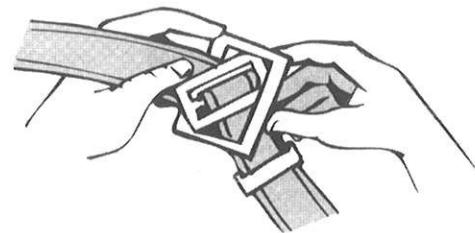

Fig. 4
2. Feche a fivela de ajuste (do tipo de inserção) tal como indica a Fig. 4 e ajuste-a puxando do extremo livre da fita.
2. Chiudere la fibbia di regolazione (del tipo di inserimento) come indicato nella Fig. 4 e regolarla tirando l'estremità libera della cinghia.